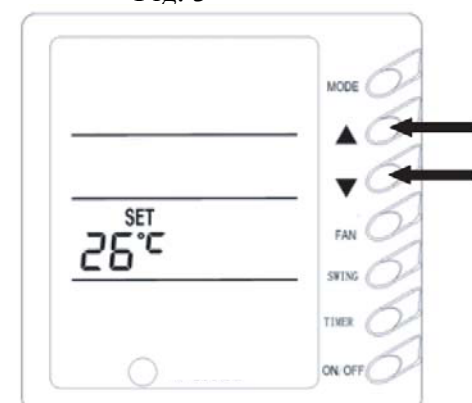

Fig. 4
3) Ajuste de temperatura (Fig. 4)